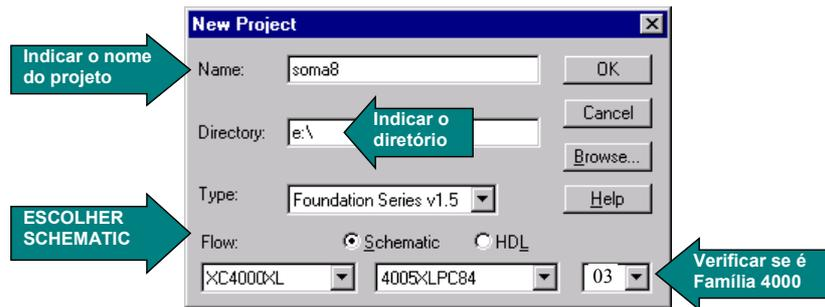

Figura 2 - Criação de um novo projeto.
2. Abrir um novo projeto (Figura 2): → **File** → **New project** (o símbolo → indica menus e/ou submenus)